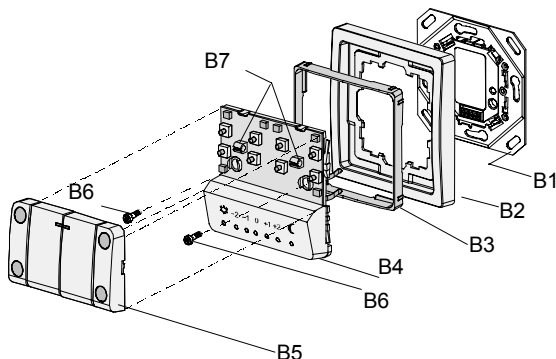

Bild 3: Montagereihenfolge
- Stecken Sie das Tastermodul (B4) gemeinsam mit dem Rahmen (B2/B3) auf den Busankoppler (B1) und drücken es fest zusammen (Bild 3).